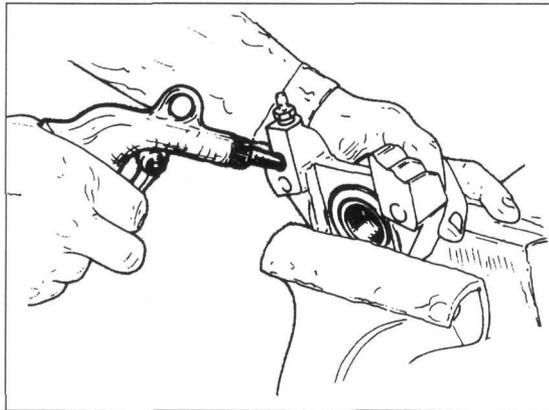

Bild 214
- Entlüftungsventil bzw. Anschlussgewinde verschliessen und Druckluft in Verbindungsbohrung der Sattelhälften einblasen, bis Kolben austritt (Bild 214). Bei Kupplungsnahmer-Demontage Druckluft durch Anschlussgewinde einblasen.